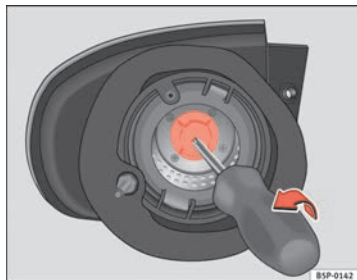

Fig. 195 Luz intermitente.
- Saque el portalámparas del intermitente con ayuda de un destornillador en el sentido de la flecha ⇒ fig. 195.